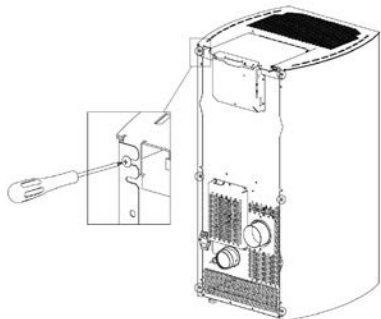

Fig. 61 - Dévisser les vis
- Dévisser les 6 vis arrière (voir **Fig. 61**).